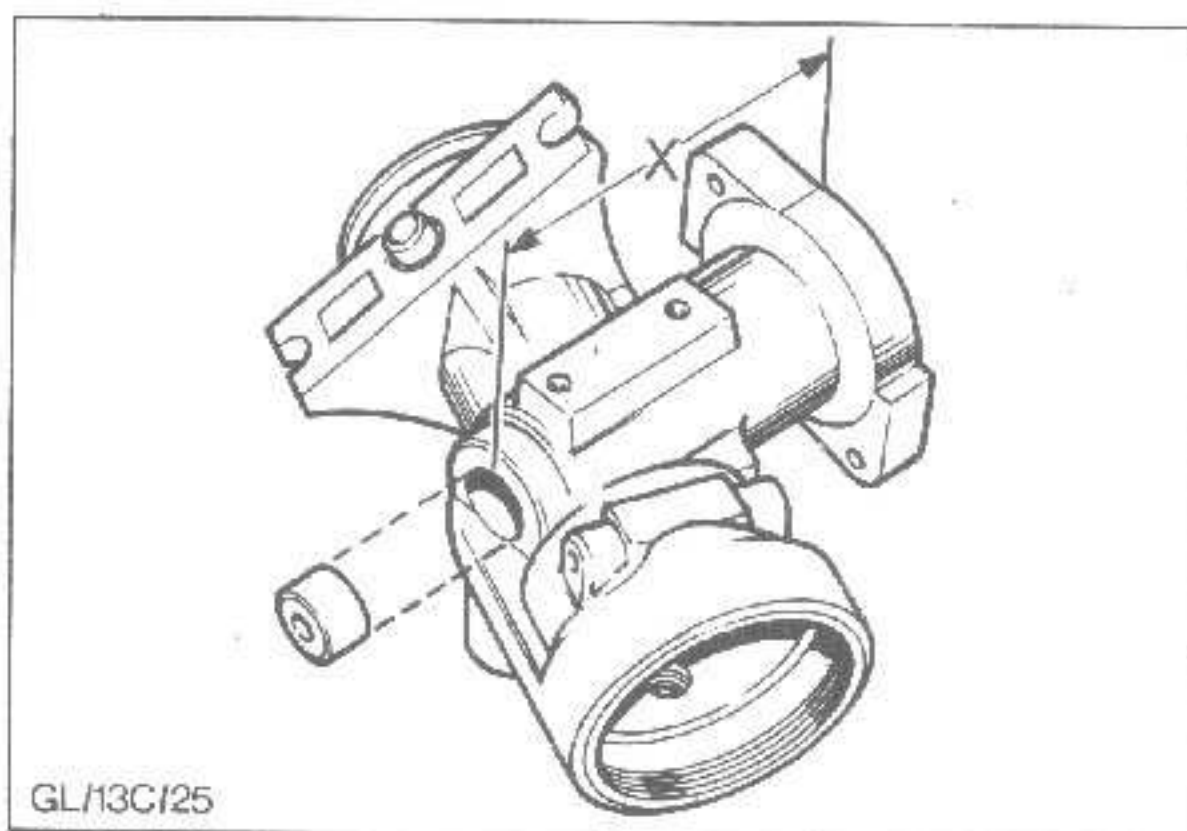

Abb.29 Nadellagerbüchse in das Gehäuse einpressen
18. Nadellagerbüchse in das Zahnstangengehäuse drücken. Die Einpreßtiefe, gemessen von der Ventilgehäuse-Flanschfläche bis zur Lager-Stirnfläche, beträgt $88,5 \pm 0,5$ mm, Maß "X" in Abb.29.